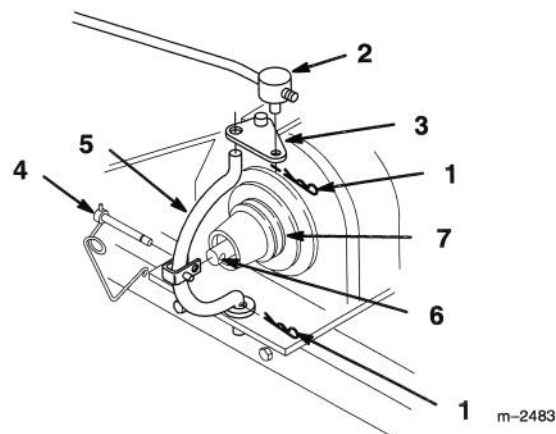

Figure 14
3. Retirer la goupille épingle et le tourillon de la plaque d'engagement de la prise de force (Fig. 14).
4. Déverrouiller et retirer l'axe de chape qui fixe le joug à l'arbre d'embrayage, et pivoter le joug vers l'avant pour le retirer de la plaque d'engagement (Fig. 14).
5. Passer la courroie entre le joug d'embrayage et la plaque d'engagement (Fig. 14).
6. Fixer le joug à la plaque d'engagement, et l'attacher à l'aide de l'axe de chape, du tourillon et des goupilles épingles (Fig. 14).